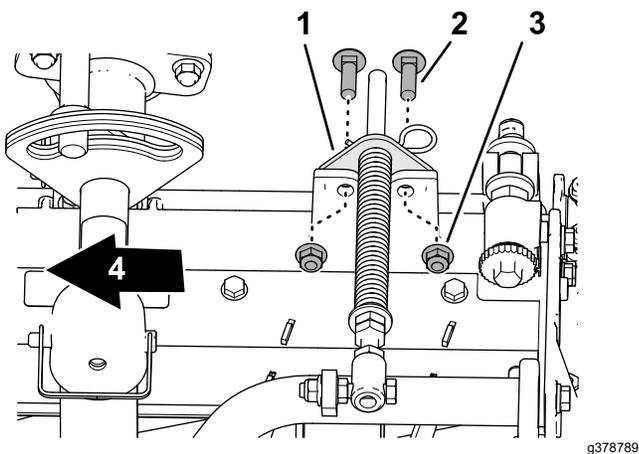

Figura 21
5. Allineate i fori nella staffa di compensazione per il manto erboso con i fori nel telaio dell'apparato di taglio (**Figura 21**).